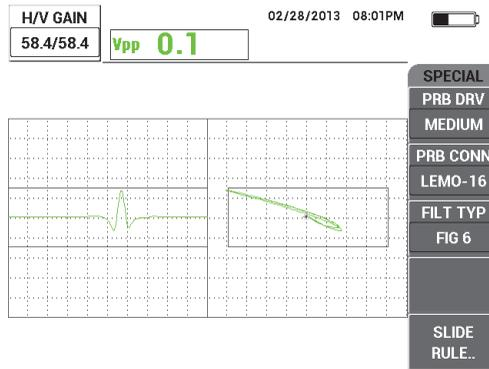

Figura 5-66 Regolazione del guadagno
7. Premere il tasto **GAIN (dB)** ed in seguito diminuire il guadagno orizzontale fino a quando il segnale dell'intaglio è contenuto nella prima frazione orizzontale (10% orizzontale) [vedere Figura 5-66 a pagina 187].